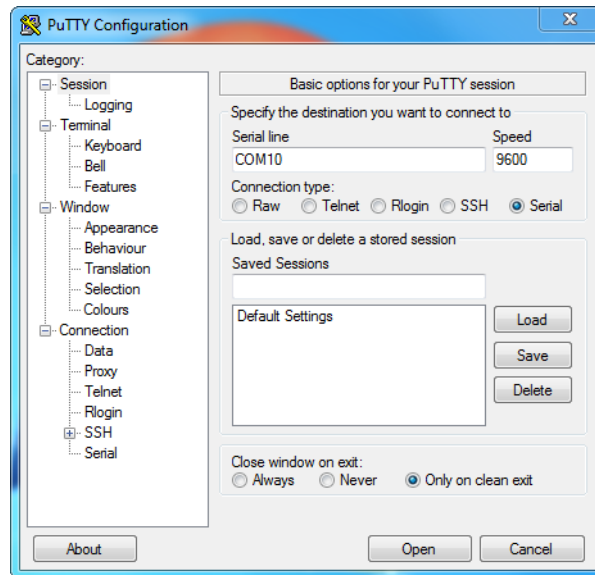

图 37. PuTTY Configuration
2. Select Connection type: *Serial* (see 图 37).